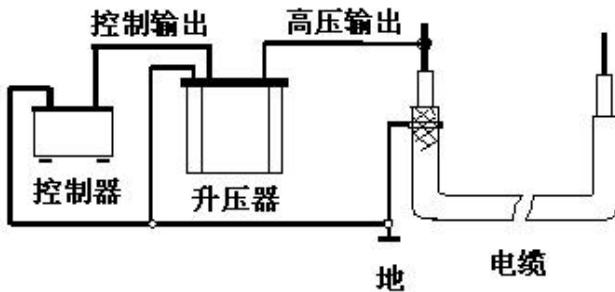

图8 单相测量连线图
6、用随机附带的专用柔性连接电缆将试验设备与试品电缆按图8所示的方法相连接。合上电源，设定好试验频率、时间和电压以及高压侧的过流保护值、过压保护值，然后开始升压试验。升压过程应密切监视高压回路，监听试品电缆是否有异常响声。升至试验电压时，即开始记录试验时间并读取试验电压值。